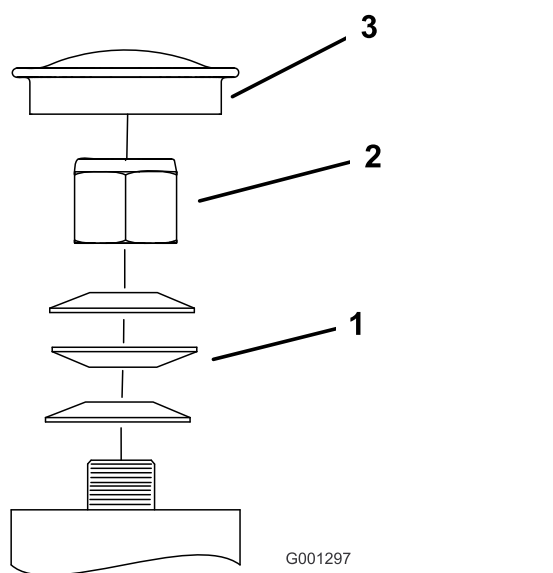

Figure 68
3. Retirez le capuchon antipoussière de la roue pivotante et serrez le contre-écrou (Figure 68).
4. Continuez de serrer le contre-écrou jusqu'à ce que les rondelles élastiques soient aplaties, puis desserrez-le de 1/4 de tour pour obtenir la précharge correcte des roulements (Figure 68).
Important: Veillez à placer les rondelles élastiques comme illustré à la Figure 68.
5. Reposez le couvre-moyeu (Figure 68).